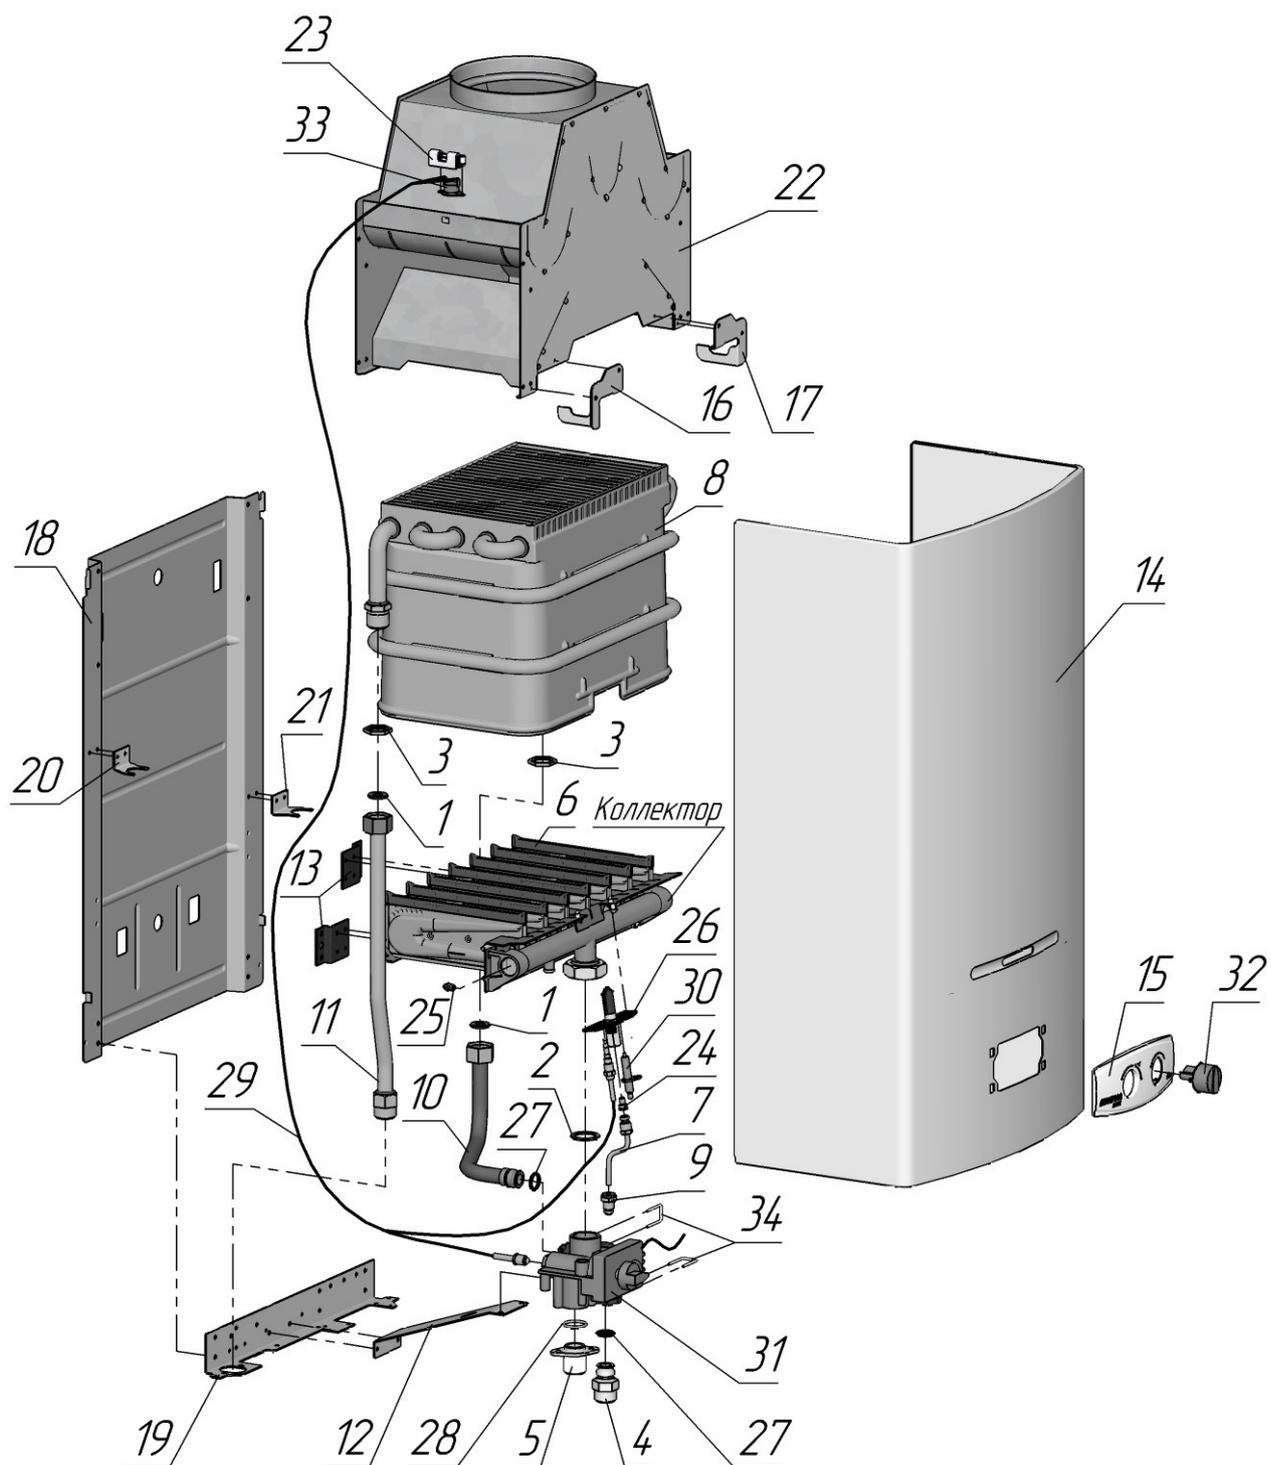

Рисунок 15. Вид аппарата в разобранном состоянии
4.5.2 Перед чисткой требуется выполнить демонтаж теплообменника, для чего необходимо (см. рис. 15):